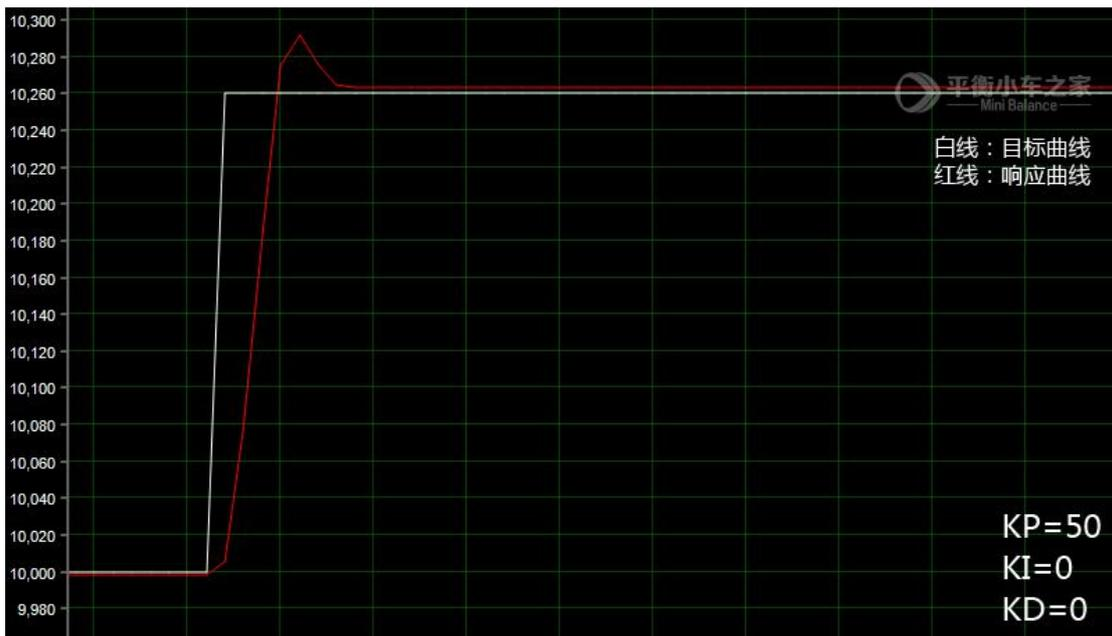

图 4
②  $KP=50, KI=0, KD=0$ . 响应曲线如图 4: